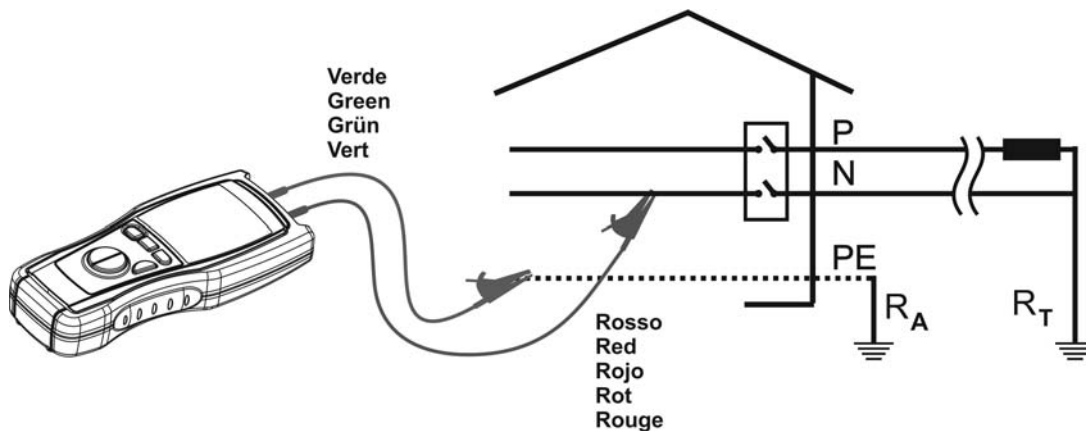

Fig. 4: Ejemplo de conexión del instrumento para la medida de Tierra a 2 Puntos (utilizable sólo para sistemas TT).
- Solo si el sistema en examen es un sistema TT se puede utilizar el conductor de Neutro como dispersor auxiliar (ver Fig. 4).